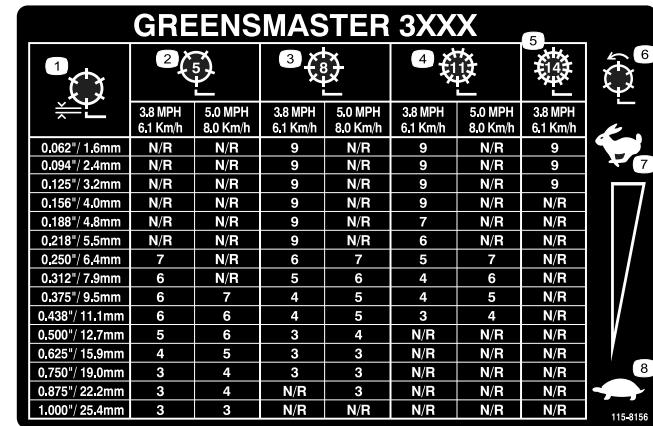

図 28
3. 5枚刃、8枚刃、11枚刃または14枚刃用に対応するグラフ図28を参照を使って、最も適切なリール回転速度を探す。